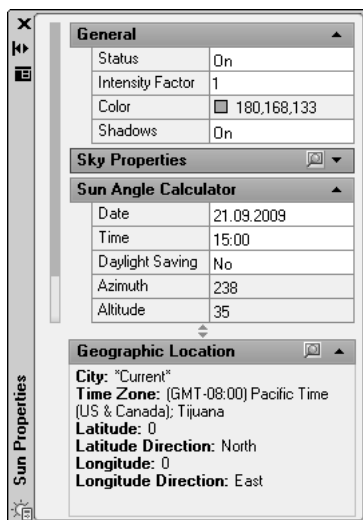

Рис. 13.13. Палитра **Sun Properties**
4. Установите календарную дату и время суток в полях **Date** (Дата) и **Time** (Время) в категории **Sun Angle Calculator** (Положение солнца) этой палитры (рис. 13.13).
9. Дополнительные настройки солнечного света можно выполнить в палитре **Sun Properties** (Свойства солнца) (см. рис. 13.13). Например, в области **Sky Properties** (Свойства неба) можно настроить цвет неба, коэффициент интенсивности и дымку на небе.